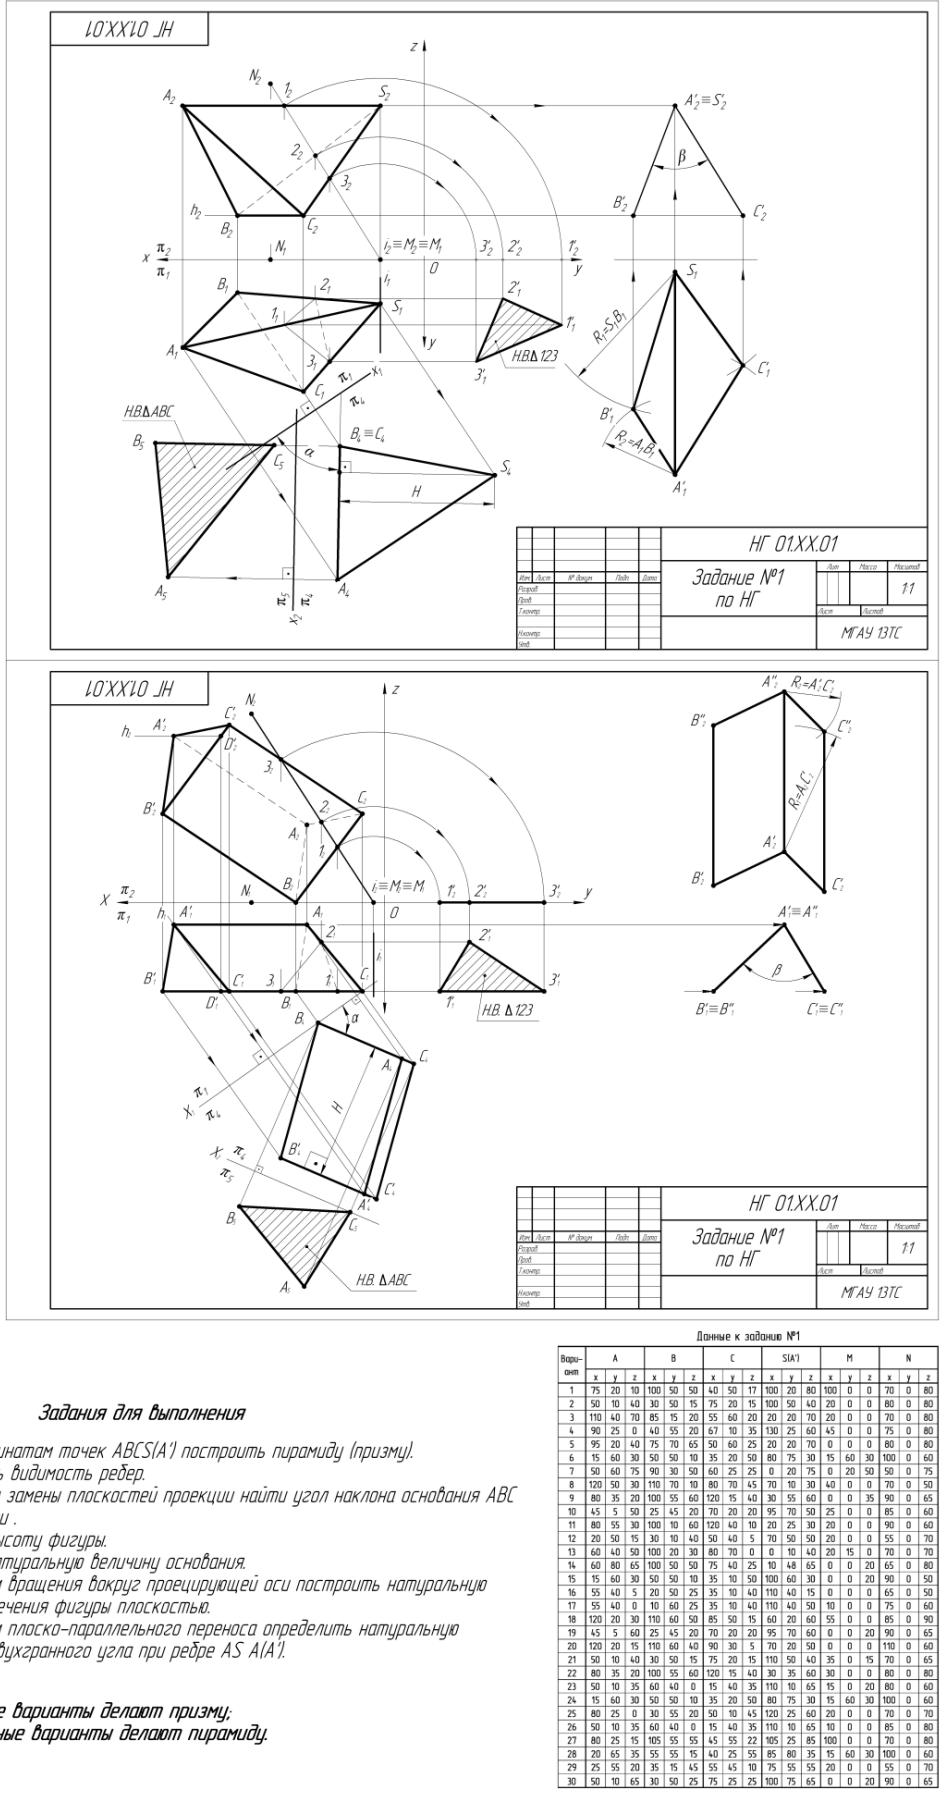
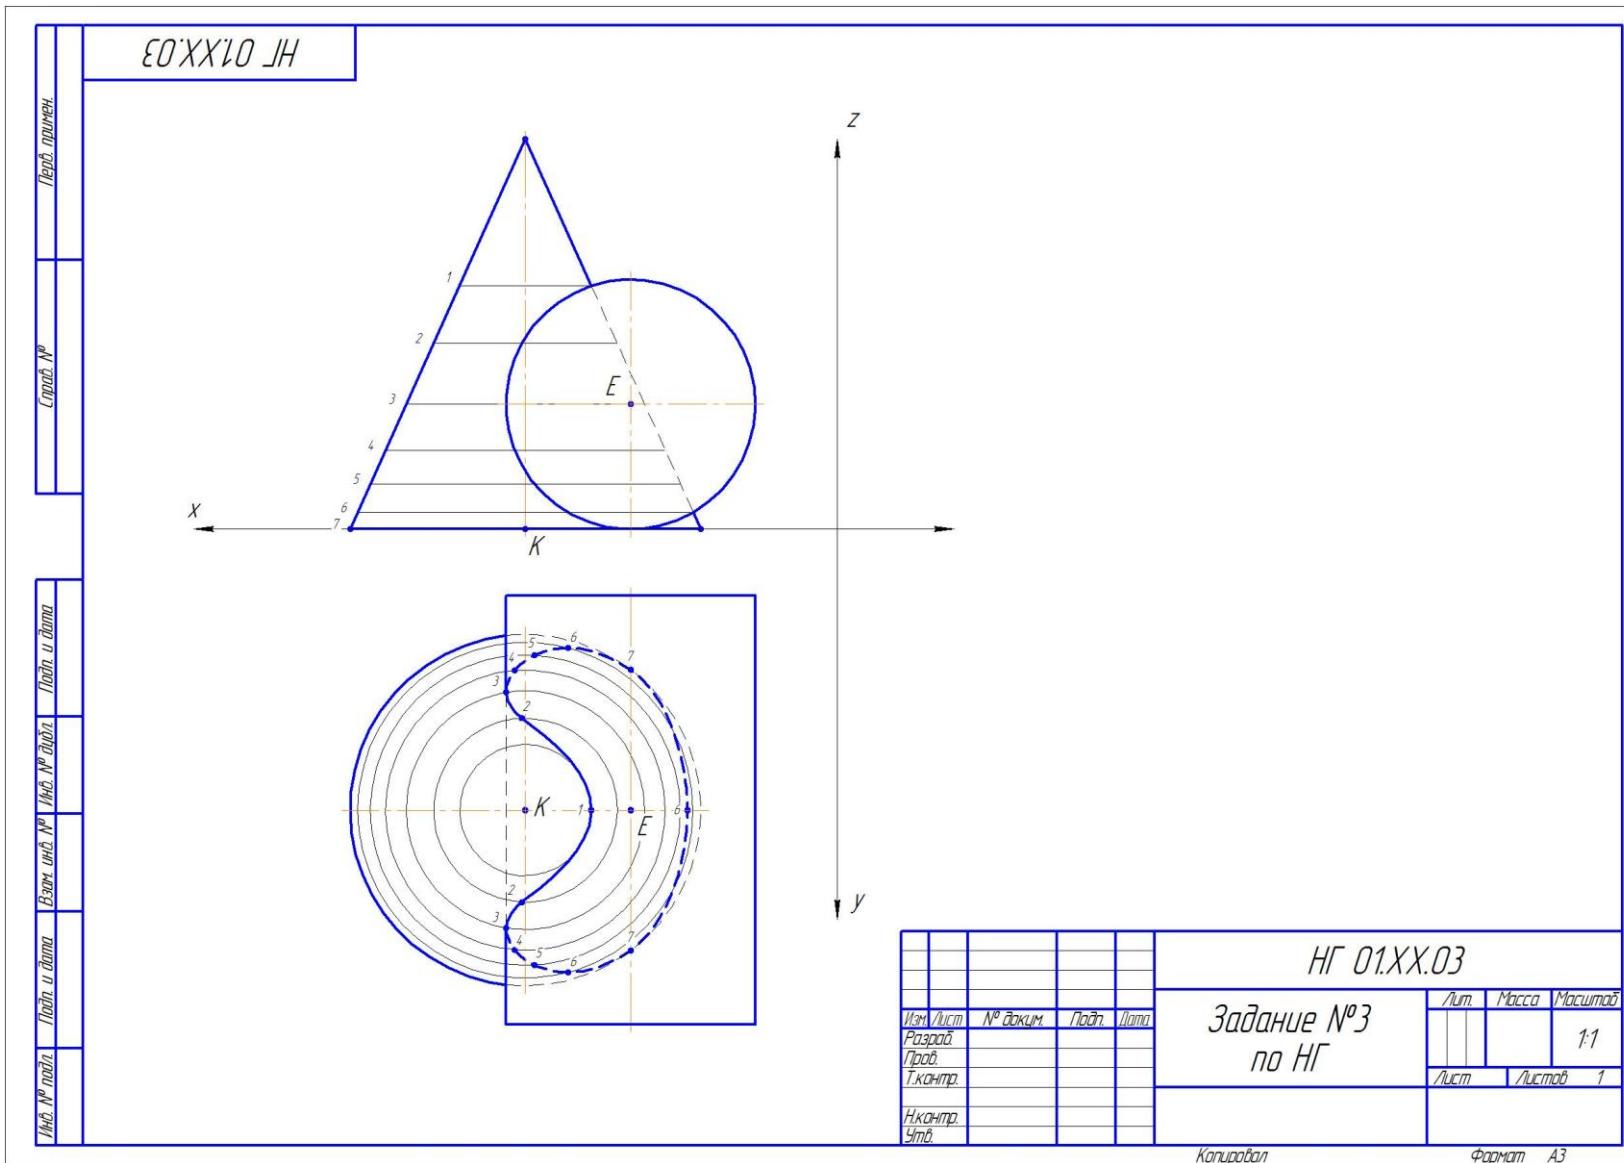

Рис. 3. Варианты заданий и образец выполнения расчетно-графической работы по теме «Методы преобразования чертежа»
Рис. 5. Образец выполнения расчетно-графической работы №2 по теме ««Главные позиционные задачи»
2. Дисциплина «Начертательная геометрия» заканчивается сдачей расчетно-графической работы (РГР), которая является допуском к экзамену и включает в себя (Варианты заданий и образцы выполнения контрольной графической работы представлены на Рис. 3, Рис. 4 и Рис. 5):